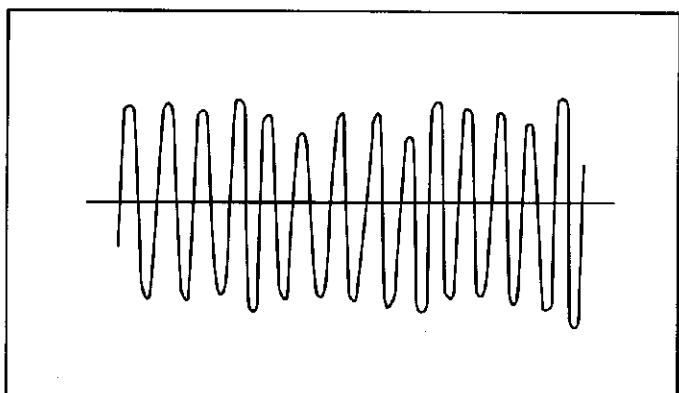

图9-2 旋涡频率
(3) 用示波器看一下在端子TP2和COM2之间的电压波形。检验旋涡发生体组件和电路（特别是信号调整器组件）工作是否正常。
- 正常旋涡频率必须如图9-2所示，并必须与电源频率或管道振动频率不在同一电平。